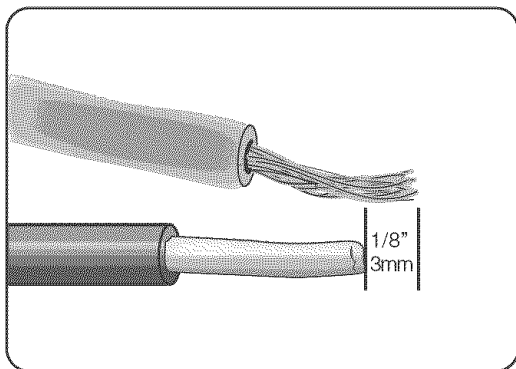

Ilustración 28
- Extienda los cables de conductores trenzados en la lavadora que miden 1/8" (3 mm) fuera del cable de alimentación eléctrica con conductores sólidos (o enterizos), como muestra la Ilustración 28.